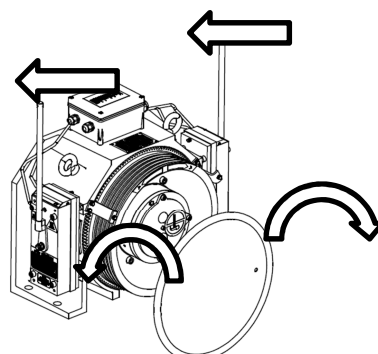

图 18 两人配合盘车
3. 将装配好的盘车手轮组件装入框架底部的盘车孔中（见 P7 图 18）。
4. 两人配合操作，一人按照 P5 第 3 条操作说明进行松闸，一人匀速盘动盘车手轮，直至轿厢平层（见 P7 图 18）。